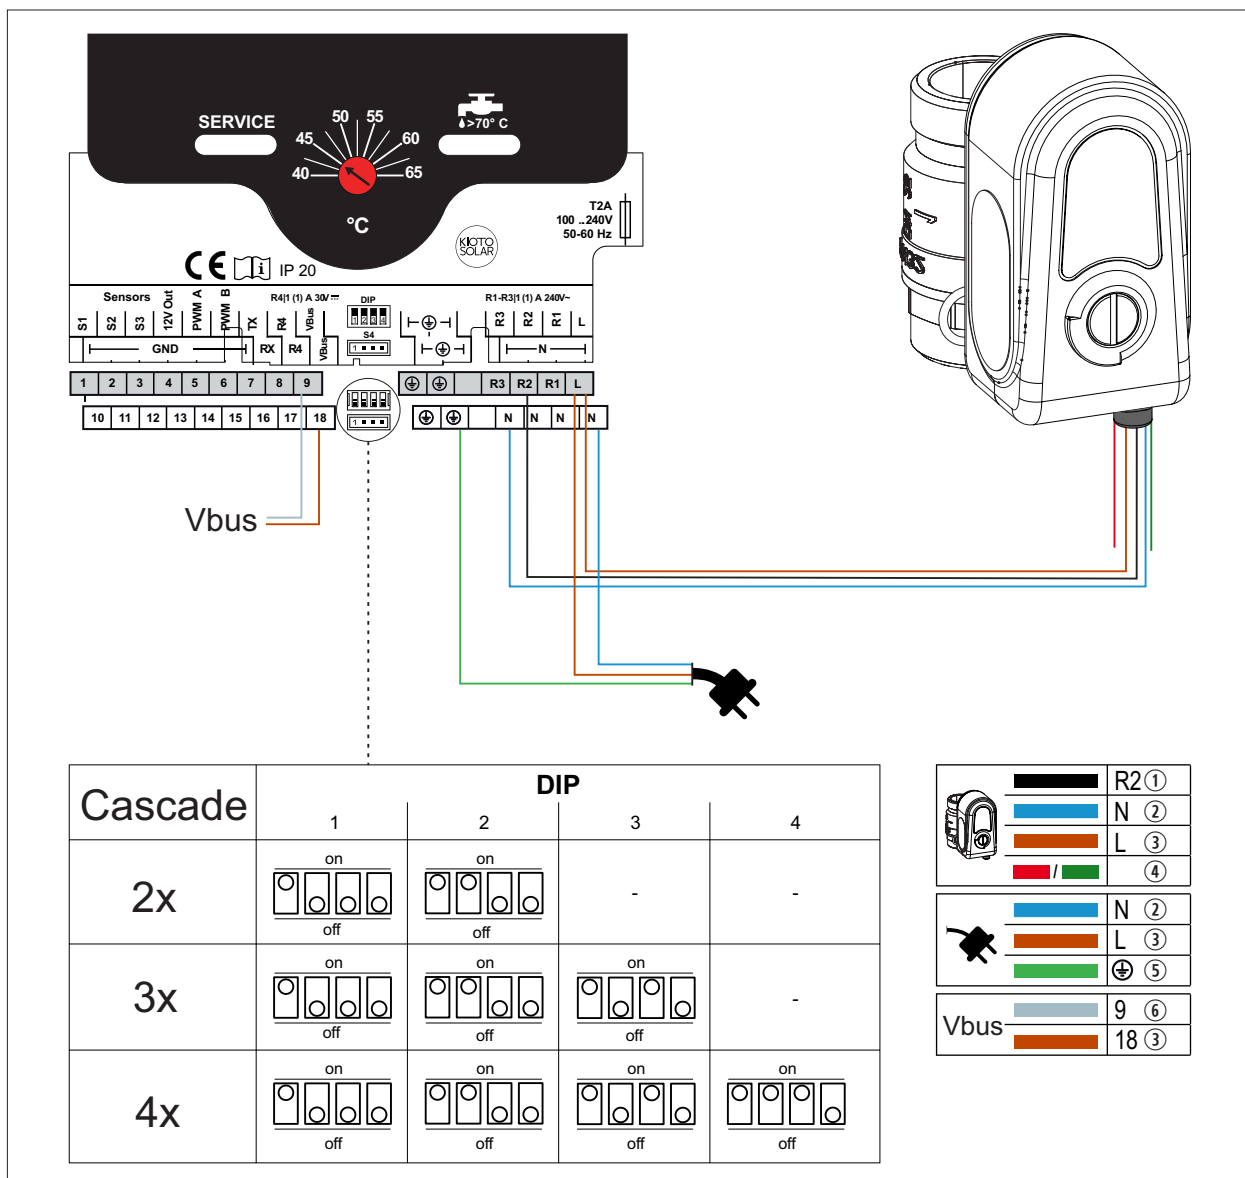

Abb. 3.13 Elektroanschluss Kaskadenventil
- DIP-Schalter (Abb. 3.13 Elektroanschluss Kaskadenventil) einstellen.
- Schwarze (1), blaue (2) und braune (3) Leitungen verbinden.